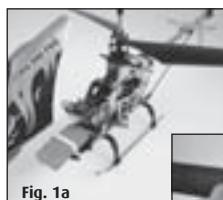

Fig. 1a
1. Retire la cabina del helicóptero tal como se ilustra (Fig. 1a/b).